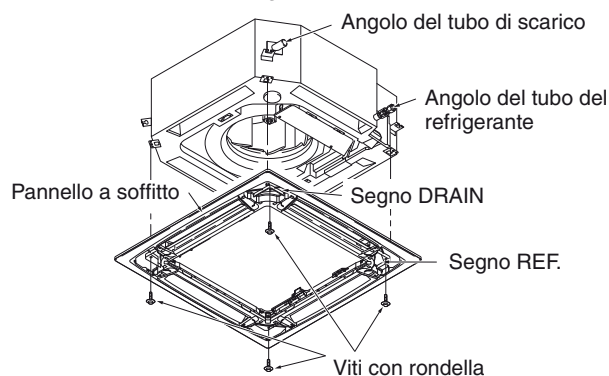

Fig. 7-5
- 3) Serrare le viti con rondella (fornite in dotazione) nei 4 punti di fissaggio in modo da fissare saldamente il pannello all'unità. (Fig. 7-5)